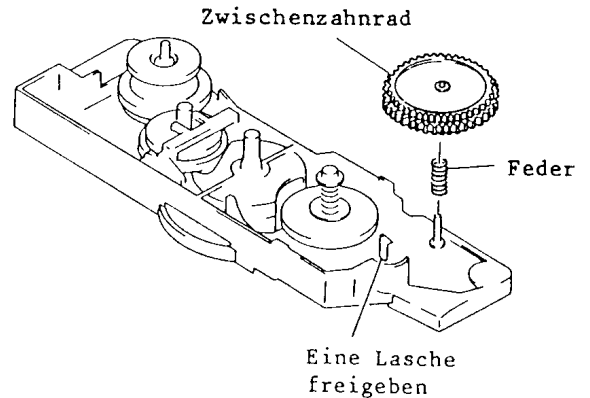

Abb. 7-33 Zwischenzahnrad
33. Zwischenzahnrad (Abb. 7-33)